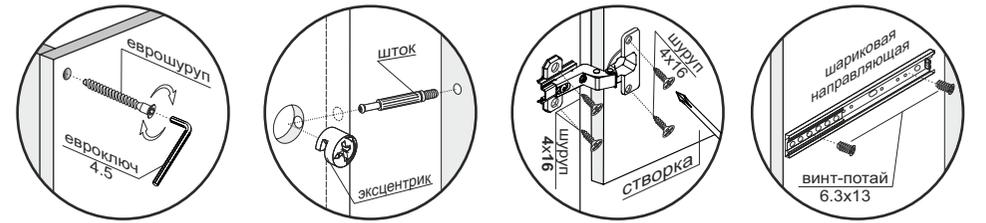

Рис.1
- Гвоздями 2x20 прибить подпятники к боковинам (1) и цоколям (7) (рис.1).
- К поперечинам (6) прикрутить направляющие винтами-потай 6.3x13 (рис.1).
- Соединить поперечины (6), стяжки (3,4) и цоколя (7) еврошурупами (рис.1).
- К стяжке (4) крепить боковины (1), с помощью шкантов и эксцентриков (рис.1).
- На собранную часть изделия установить крышу (2), используя эксцентрики (рис.1).
- Замерить диагонали секции (они должны быть равны: +/- 2мм). Прибить гвоздями 2x20 заднюю стенку, состоящую из ХДФ (8) и соединительной планки (рис.1).
- Вставить полкодержатели в соответствующие отверстия в боковинах (1) и поперечинах (6). Установить полки (5) в короб тумбы (рис.1).
- Навесить створки (9) на боковины (1), используя петли и шурупы 4x16 (рис.1).
- В зависимости от расположения створок (9) (правые или левые), досверлить необходимые отверстия Ø5 и прикрутить ручки винтами М4x22. Оставшиеся технические отверстия заглушить мебельными заглушками D-5 (рис.1).